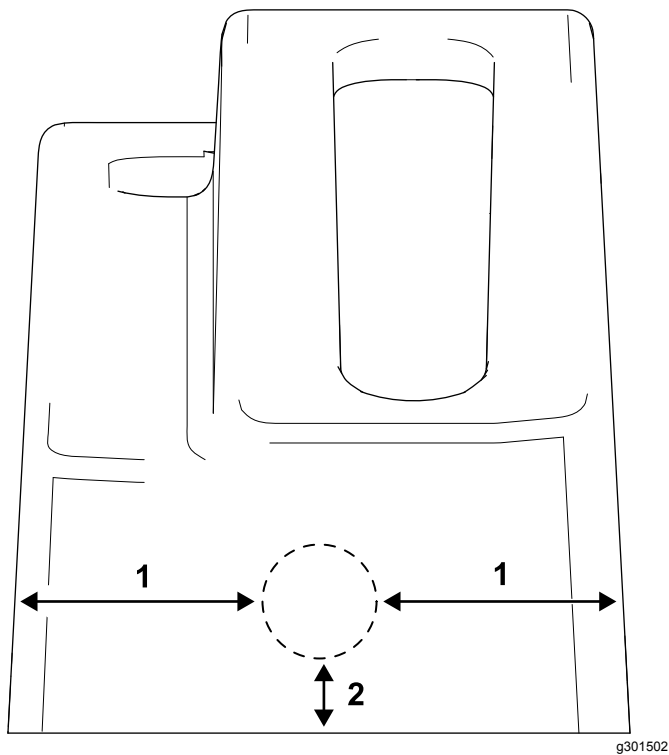

Figure 2
3. Percez un trou (3 cm) à l'avant du cache, comme illustré à la Figure 2.